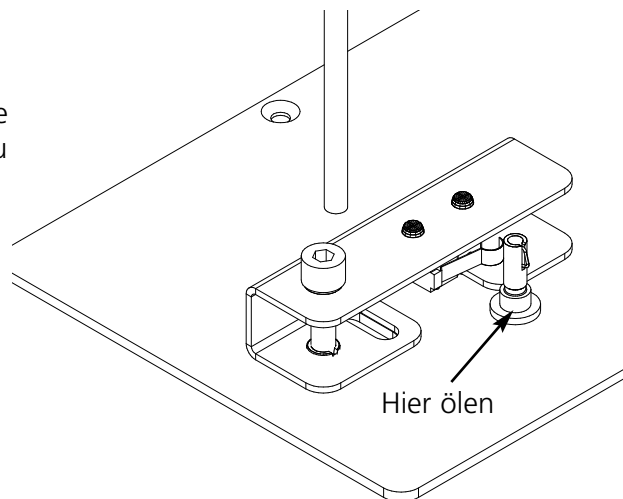

Abbildung 3-34
2. Heben Sie die Behinderung auf und ölen die Antriebswelle (siehe Abb. 3-34).